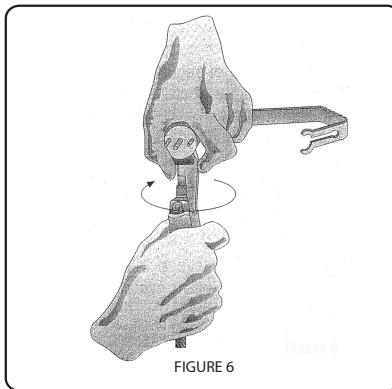

FIGURE 6
- 3 Dévissez la poignée du pistolet (figure 6).